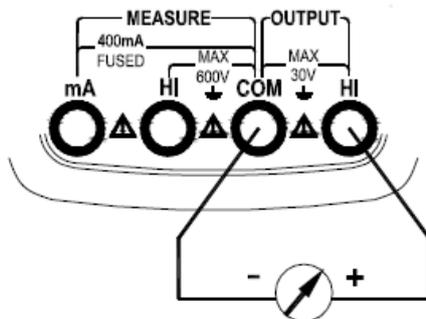

Рисунок 9. Формирование напряжение постоянного тока и статических характеристик термопар
1. Подключите исследуемое устройство к выходным (OUTPUT) гнездам прибора COM и HI в соответствии с рис. 9.
2. Установите поворотный переключатель режимов в положение $\overset{TC}{mV}$ (или $\overset{II}{V}$) и нажмите синюю кнопку для выбора режима формирования: напряжения постоянного тока (mV) или статических характеристик термопар, что отображается на индикаторе символами единицы измерения «mV» или «°C» и в последнем случае типом термопары «R» (напряжения постоянного тока (V) или частоты, что отображается на индикаторе символами единицы измерения «V» или «Hz»).
1. Подключите исследуемое устройство к выходным (OUTPUT) гнездам прибора COM и Ni в соответствии с рис. 9.
2. Установите поворотный переключатель режимов в положение Π V и нажмите синюю кнопку для выбора режима формирования: напряжения постоянного тока (V) или частоты, что отображается на индикаторе символами единицы измерения «V» или «Hz»).
1. Подключите исследуемое устройство к выходным (OUTPUT) гнездам прибора **COM** и **Hi** в соответствии с рис. 9.